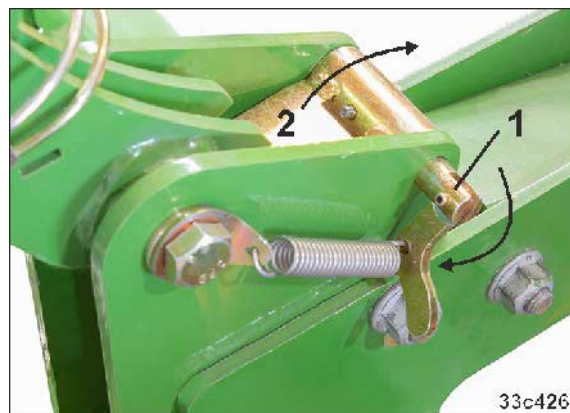

Fig. 184
1. Låsearm i spærreposition (Fig. 184/1)
- Spærrelinke peger opad (Fig. 184/2)